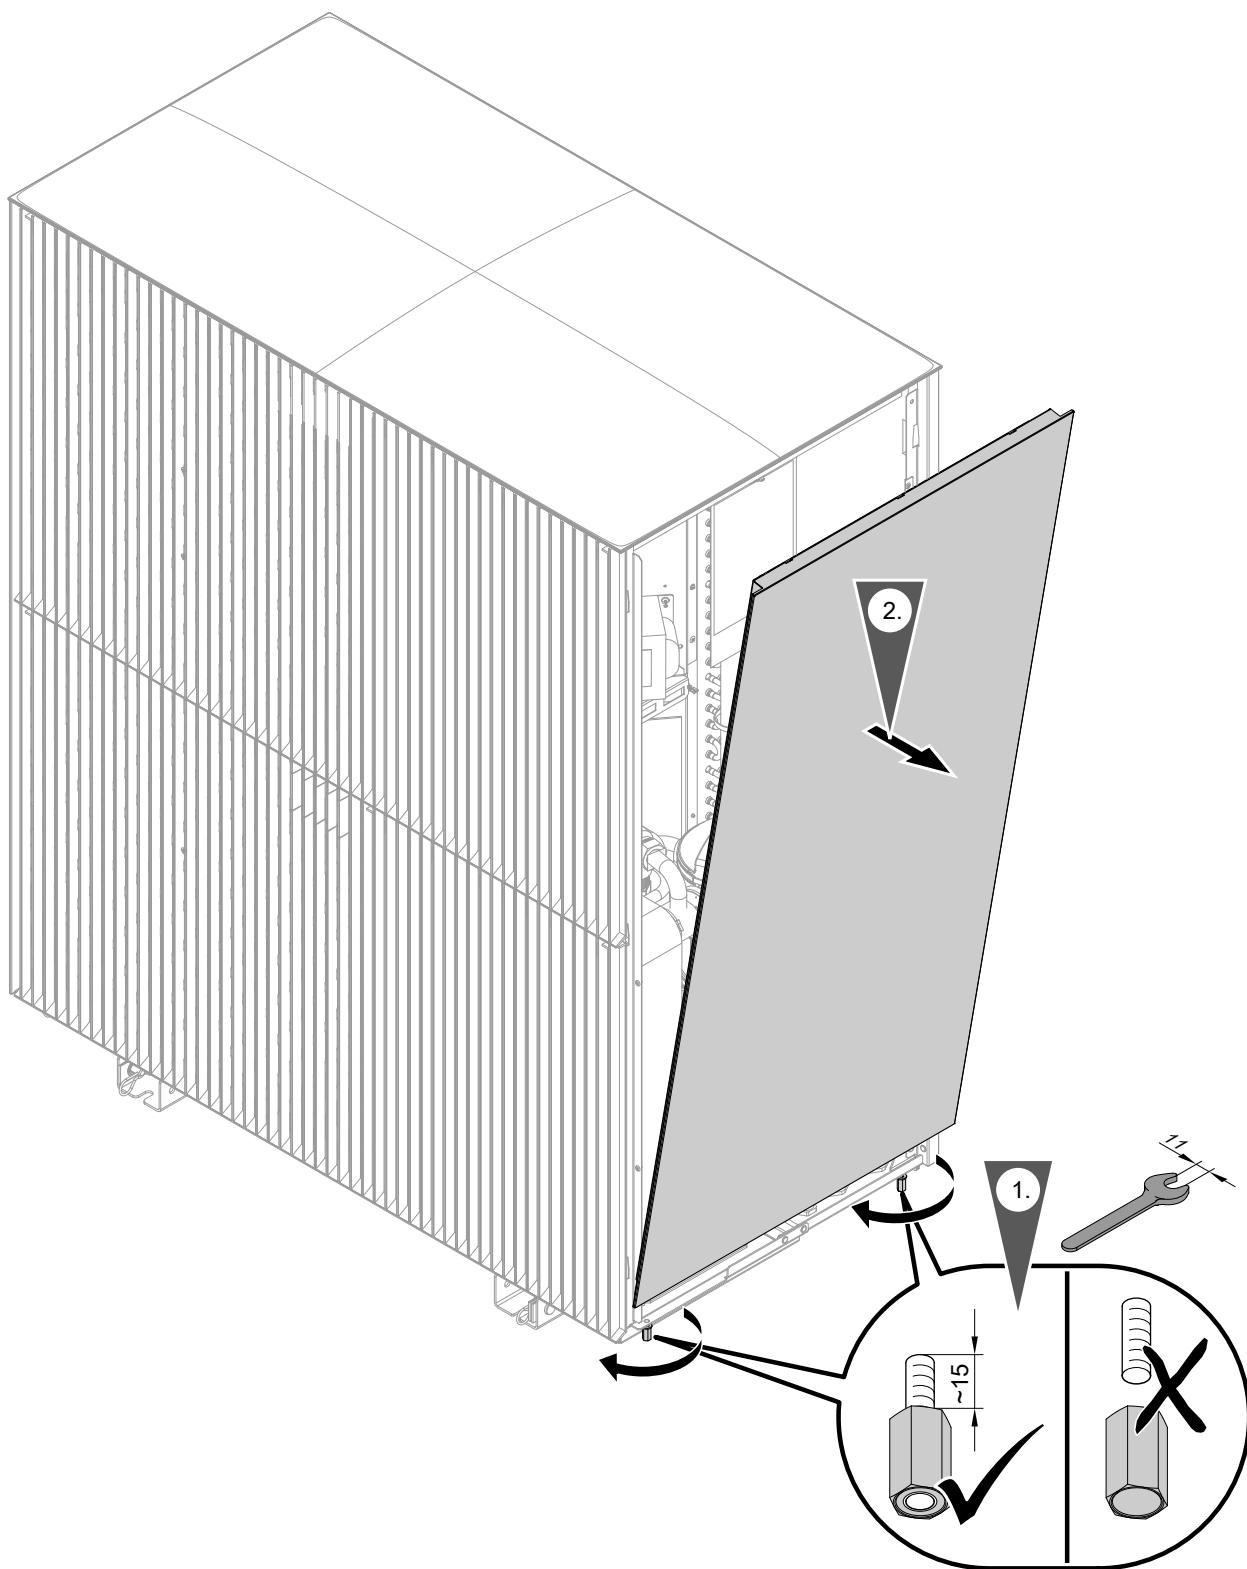

Abb. 119
1. Seitenverkleidung rechts abbauen: Siehe Abb. 119.
- ⑤ Designgitter unten
6. Seitenverkleidung rechts abbauen: Siehe Abb. 119.